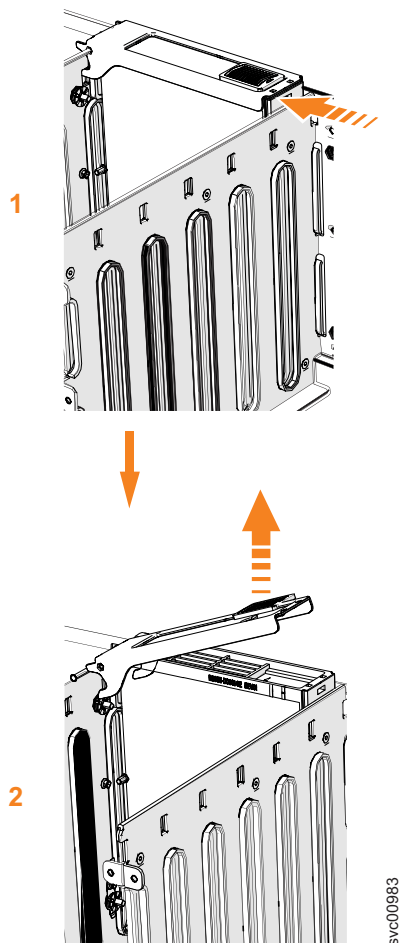

図 112. ドライブ・アセンブリーの取り外し
5. 126 ページの図 112 に示すように、解放ラッチを前方へスライドさせます (**1**)。
6. ハンドルを持ち上げて (**2**), ドライブ・キャリアのロックを解除して区画から外します (図 112 を参照)。ラッチの底面の先端が完全に外れていることを確認してください。